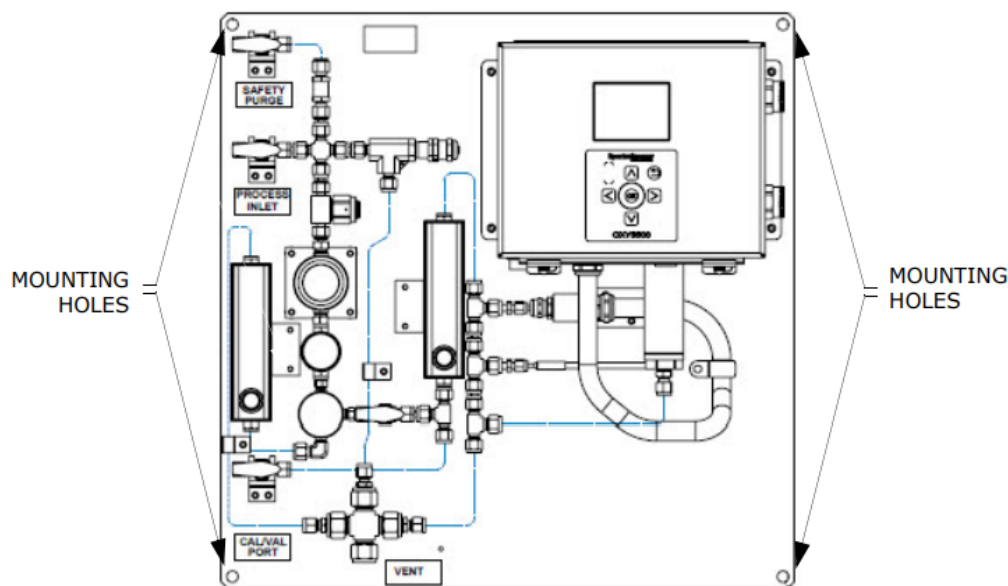

Abbildung 4. Probenaufbereitungssystem – Montageorte Analysetafel
2. Montagebohrungen auf dem Gerät lokalisieren. Informationen zur Konfiguration siehe Abbildung 4 (Montage auf einer Analysetafel) und Systemzeichnungen in Anhang A.